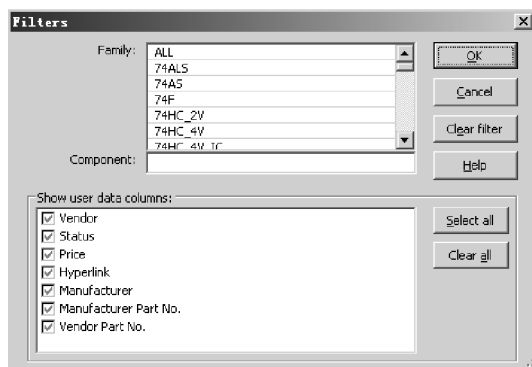

图 2-75 Filter (筛选) 对话框
2) 在 Components 对话框中，单击  按钮，弹出 Filter（筛选）对话框，如图 2-75 所示。